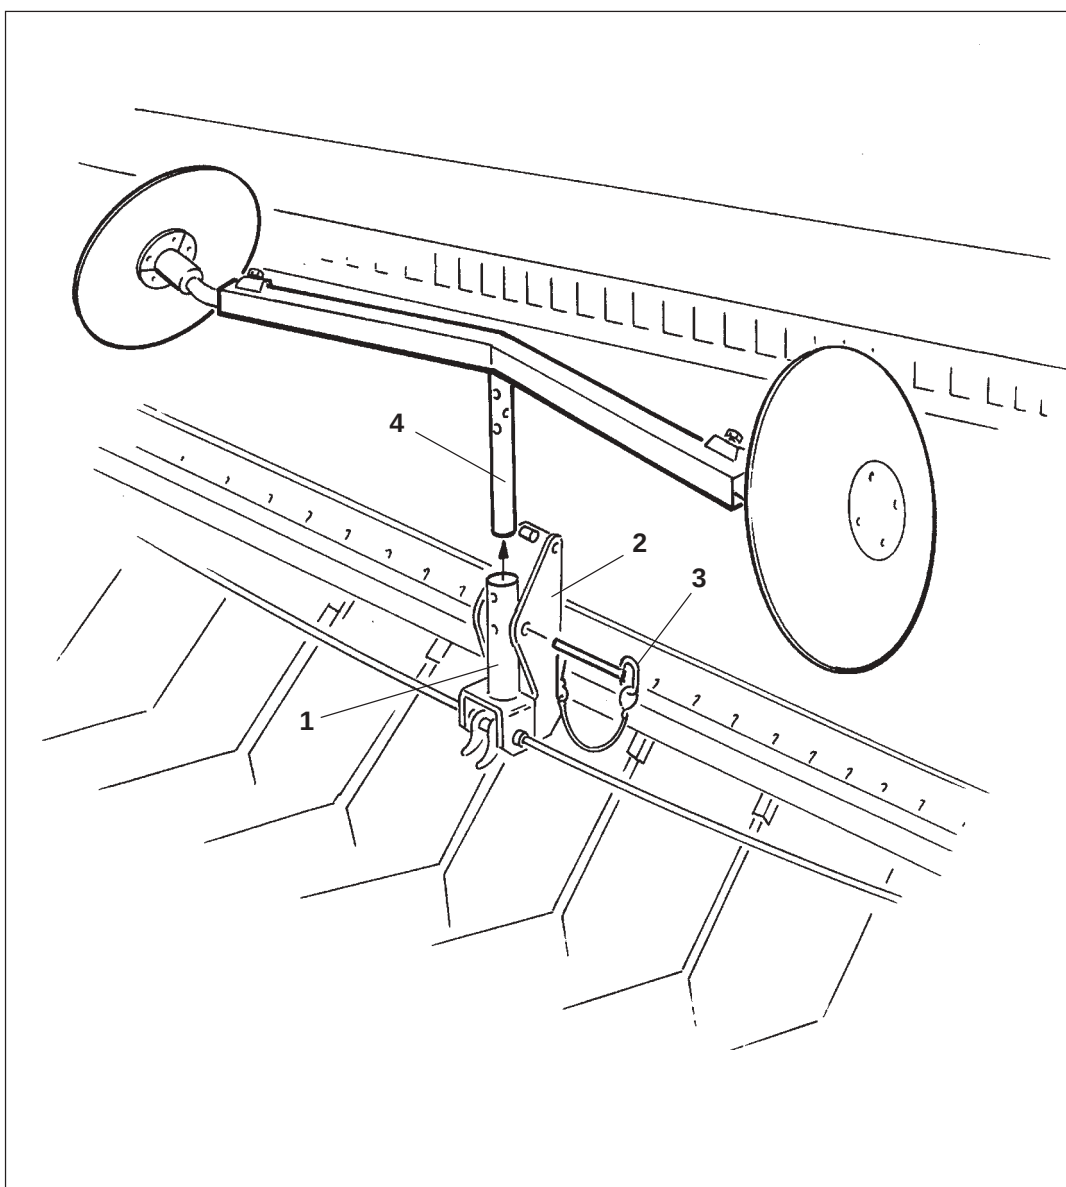

Рис. 14.9
Для транспортировки необходимо соединить переходник (Рис. 14.9/1) для несущей балки дисков маркера на балку (Рис. 14.9/2) болтом (Рис. 14.9/3) и закрепить пружинным штекером. Несущая балка дисков маркеров (Рис. 14.9/4) затем прижимается вверх и стоит с дисками маркера вдоль выравнивателя типа "экзакт". Если необходимо транспортировать сеялку по оживленным улицам, несущую балку дисков маркера (Рис. 14.9/4) необходимо вместе с дисками маркера снять с переходника (Рис. 14.9/1).
Перед транспортировкой по общественным улицам необходимо несущую балку дисков маркера (Рис. 14.9/4) удалить вместе с дисками маркера.
- Необходимо снять несущие трубы (Рис. 14.9/4) опережающего маркирующего устройства.